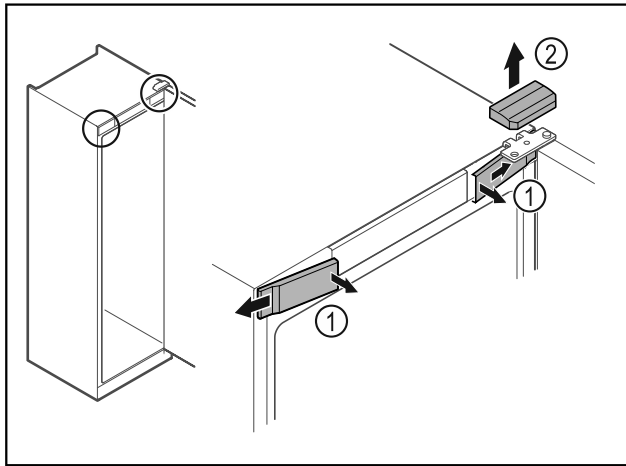

Fig. 8 \*
- ▶ Lossa skydden fram Fig. 8 (1) på insidan och ta av dem åt sidan.\*
- ▶ Ta av det övre skyddet Fig. 8 (2) uppåt.\*